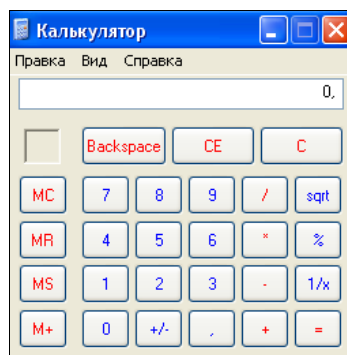

Рис. 1.7. Электронный калькулятор
- ♦ **Калькулятор** — появляется обычный электронный калькулятор (рис. 1.7).